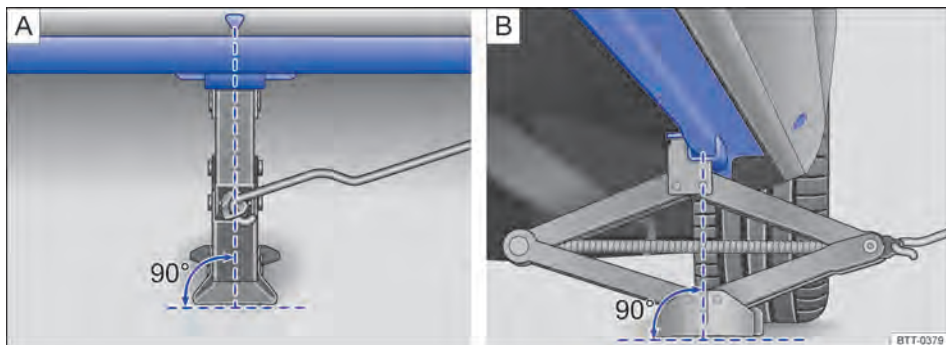

Fig. 279 Colocar o macaco sanfona no lado esquerdo traseiro do veículo.
O macaco somente pode ser posicionado nos reforços no assoalho, que se encontram atrás das marcações na carroceria → Fig. 279. Deve ser considerado o ponto de apoio localizado junto à roda correspondente → ⚠.
7. Procurar sob o veículo o ponto de apoio do macaco → Fig. 279 mais próximo da roda a ser trocada.
9. Garantir que a base do macaco, com toda sua superfície, esteja sobre o chão e que a base se encontre perpendicularmente abaixo do ponto de colocação → Fig. 279.
10. Alinhar o macaco e, simultaneamente, levantar a garra do macaco até ela se encaixar na travessa debaixo do veículo → Fig. 279.
- Posicionar o macaco somente nos pontos indicados. A garra do macaco deve se encaixar no perfil da longarina de forma segura → Fig. 279.